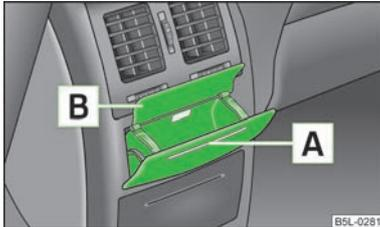

Abb. 68
- Auf den oberen Teil des Aschenbecherdeckels im Bereich **A** drücken » Abb. 68.